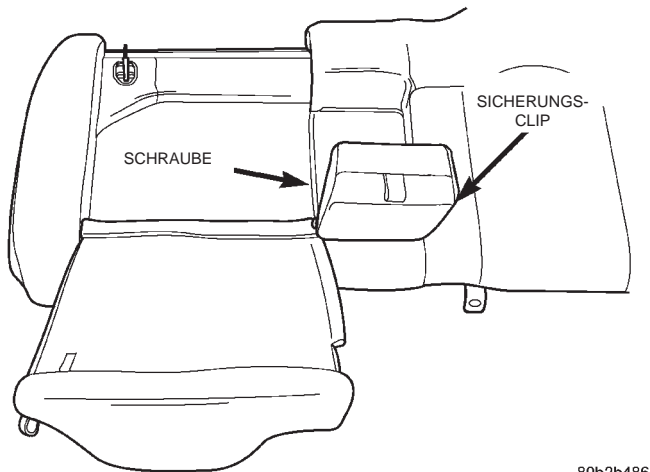

Abb. 86 Armlehne/Rücksitzbank—Asymmetrische Teilung (60/40)
- (1) Fahrzeugtür öffnen.
- (2) Die kleinere Hälfte der Rücksitzbank (Ein-Drittel) umklappen.
- (3) Schraube der Armlehne lösen (Abb. 86).
- (4) Sicherungsclip (C-Clip) lösen.
- (5) Armlehne abbauen.